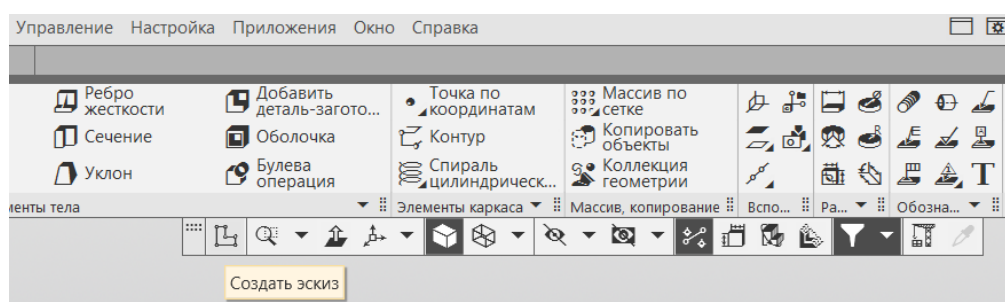
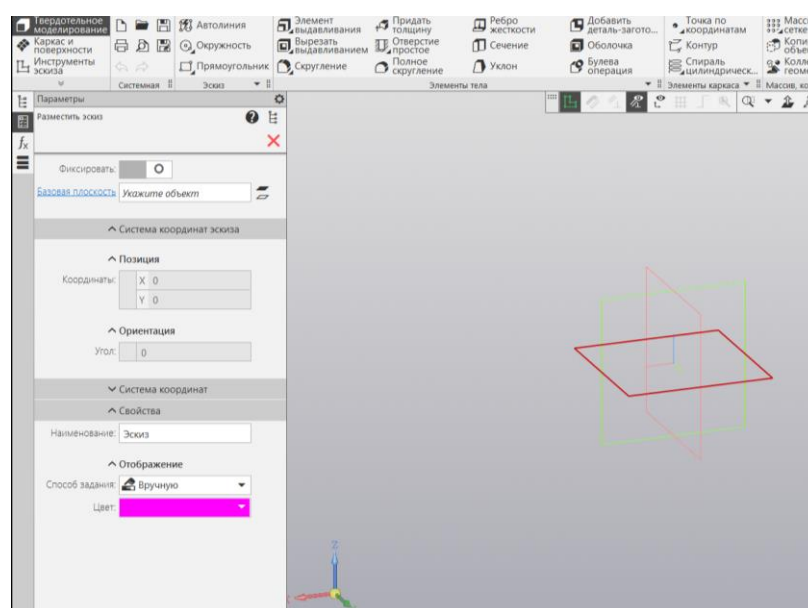

Рисунок 4 – Вызов опции Создать эскиз
Рисунок 5 – Выбор базовой плоскости для создания эскиза
4. Выполните создание эскиза основания модели. Для этого зайдите в среду создания эскизов – опция Создать эскиз (рисунок 4) и укажите базовую плоскость XY (рисунок 5), на которой будет выполнено построение эскиза.
12. Работа в среде эскиза выполнена. Осуществляется выход из среды – деактивируется опция Создать эскиз (рисунок 4).